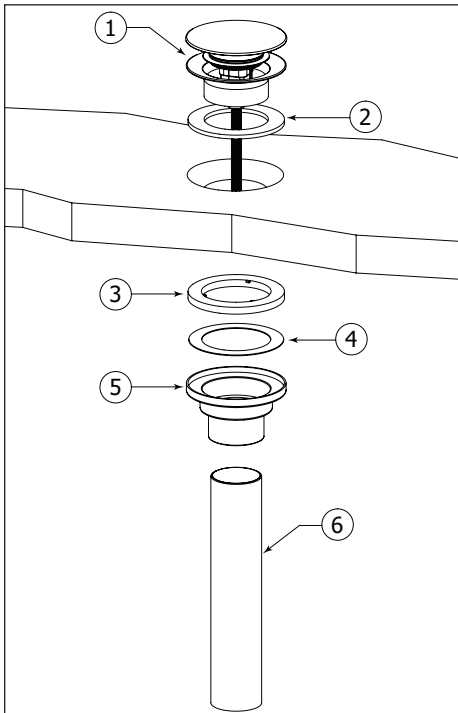

Fig.4
Insert the top of the drain (1) and the black nylon washer (2) into the basin waste outlet (fig. 4).
Dévisser le tube (6) des autres pièces du drain. Ensuite, dévisser la base du drain (5) et les joints transparents en nylon (3 & 4). Insérer le collet du drain (1) et le joint en nylon noir (2) dans l'évacuation du lavabo (fig. 4). Mettre sous le lavabo les joints transparents en nylon (3 & 4), et visser la base du drain (5) à l'aide de la longue vis. Finalement, visser le tube fileté 1 1/4" sur la base du drain (5) et mettre le couvercle décoratif à sa place.